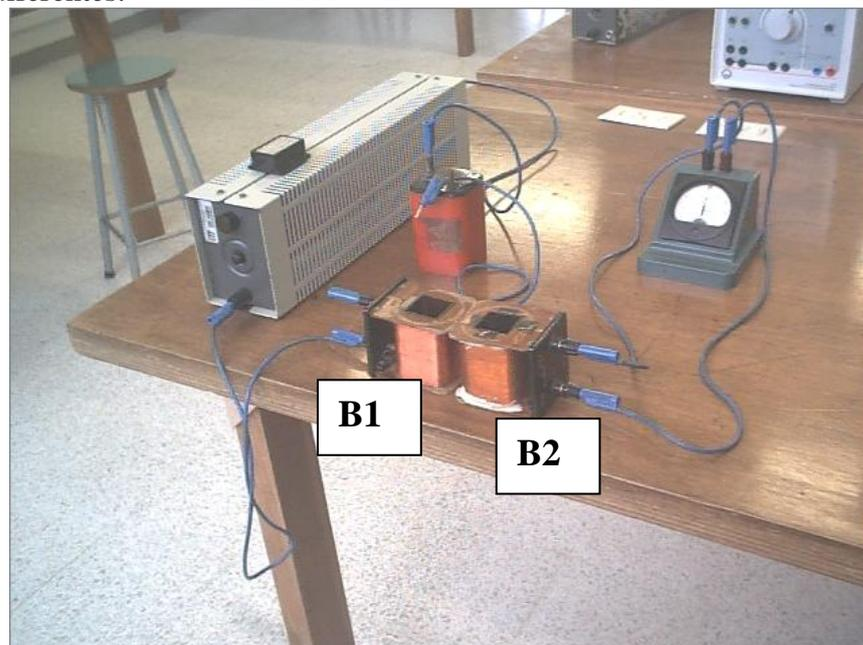

Figura 12.1: Diagrama eléctrico para observar la inducción electromagnética entre dos bobinas.
a) Conecte en serie B1 (bobina de 300 vueltas) a la pila de 1.5 V y a la resistencia de 100Ω (en su valor máximo), como se muestra en la figura 12.1. Conecte B2 en serie con el galvanómetro y acérquela lentamente a la otra bobina B1. Observe y anote los cambios que ocurren (si los hay) en la lectura del galvanómetro.